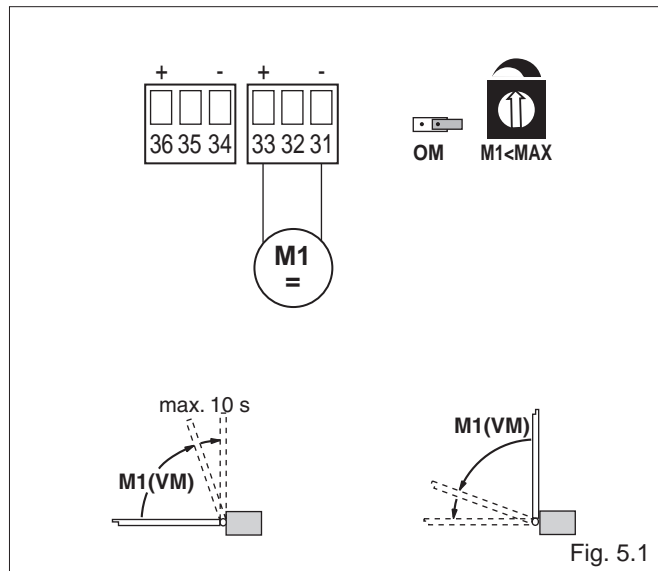

Fig. 5.1
- (Abb. 5.1) Verwendung ohne Endschalter